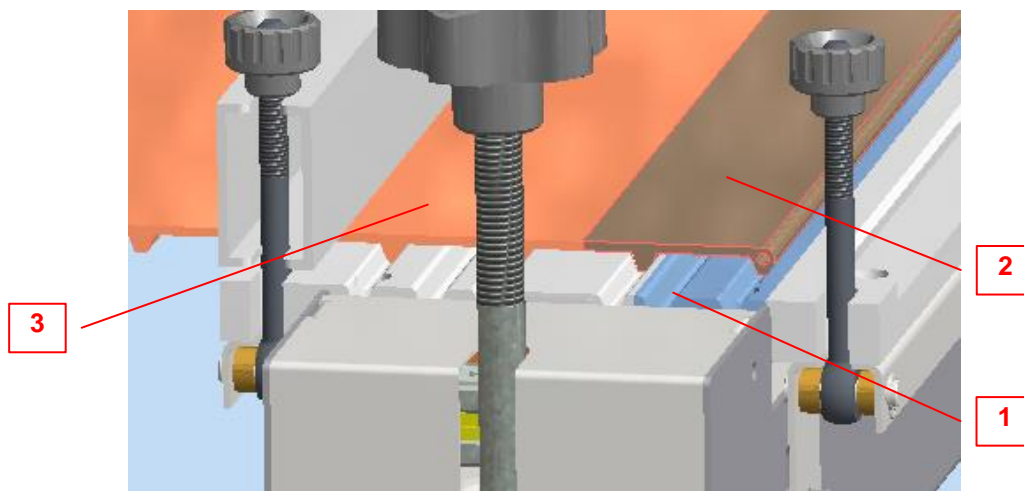

FIG 9 -
- Deporre la prima estremità del nastro Cleandrive™ sul piano di saldatura, inserendo i denti nelle corrispondenti sedi (Fig. 9 particolare 1). Fissare il nastro in posizione tramite il pressore bloccaggio, serrando i due pomelli.
- Posizionare sul piano di saldatura la graffa “Mechanical Lacing” (2), facendo combaciare i denti con le sedi presenti sul piano di saldatura. Allineare il bordo esterno con quello del nastro.
- Controllare che le due teste del nastro combacino perfettamente (Fig.9). Serrare i pomelli di chiusura della barra di bloccaggio.